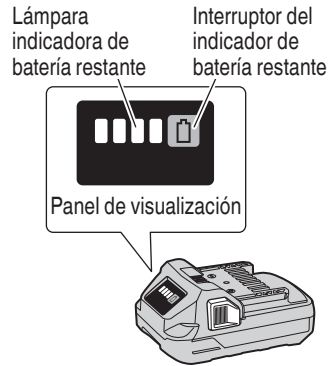

Fig. 12
- Puede comprobar la capacidad restante de la batería presionando el interruptor del indicador de batería restante para encender la lámpara indicadora. (Fig. 12, Tabla 5)